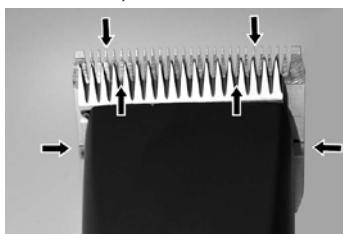

Fig. 22
Una goccia di olio sui pettini superiore ed inferiore è indispensabile per ottenere un buon risultato nella tosa e pure per conservare più a lungo e in ottimo stato la tosatrice (Fig. 22).
- ▶ Lubrifichi sufficientemente i pettini durante la tosa (almeno ogni 15 minuti), di modo che non si secchino mai (Fig. 22).
I rasoi devono essere lubrificati prima, durante e dopo ogni uso. Se i pettini rilasciano striature o rallentano la corsa, è necessario lubrificarli. Applichi qualche goccia di olio sopra e ai lati dei pettini (v. frecce Fig. 22). Levi le gocce in eccezione con un panno morbido e asciutto. Degli aerosol lubrificanti non contengono abbastanza olio per una buona unzione, ma sono utili al raffreddamento dei pettini. Cambi immediatamente i pettini difettati o scheggiati per evitare di ferirsi.